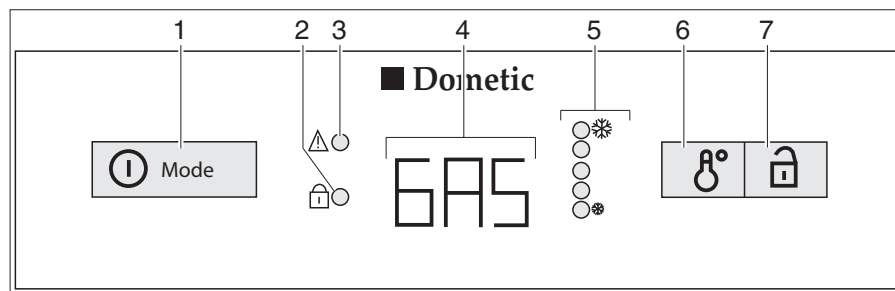

Fig. 141 Elementos de mando para el frigorífico (Dometic de la serie 8 con AES)
En caso de averías parpadea el visualizador LED Avería "⚠" (Fig. 141,3).
Si la alimentación de 230 V no está conectada y el motor del vehículo está apagado, el AES selecciona el suministro de gas. Al seleccionar el servicio de gas la protección contra encendido se abre automáticamente, para que el gas pueda fluir al quemador. Al mismo tiempo se conecta el encendedor electrónico. Si se apaga la llama de gas, p. ej. debido a un golpe de viento, el encendedor se activa inmediatamente y enciende de nuevo el gas. En caso de avería en el funcionamiento a gas en el piloto (Fig. 141,4) parpadea el texto "GAS".
Después de la conexión el frigorífico selecciona automáticamente el ajuste medio del termostato. Este ajuste puede reajustarse manualmente con el conmutador para el ajuste de temperatura (Fig. 141,6). Los visualizadores LED (Fig. 141,5) indican el ajuste seleccionado del termostato. Con el conmutador se ajusta la temperatura de refrigeración para los tres tipos de energía. Transcurren algunas horas hasta que el frigorífico haya alcanzado la temperatura de funcionamiento normal. En la conmutación del modo de funcionamiento el ajuste del termostato se mantiene. La temperatura de refrigeración se mantiene sin depender del tipo de energía.
- Pulsar el conectador/selector de energía (Fig. 141,1) 2 segundos para conectar el aparato. Se visualiza el último modo de funcionamiento seleccionado en el piloto (Fig. 141,4).
- Seleccionar el tipo de energía con el conectador/selector de energía (Fig. 141,1).
- La temperatura de refrigeración puede ser ajustada en el conmutador para el ajuste de temperatura (Fig. 141,6). Los visualizadores LED (Fig. 141,5) indican el ajuste seleccionado del termostato.
- Pulsar el conector/selector de energía (Fig. 141,1) 2 segundos. Todos los visualizadores se apagan.